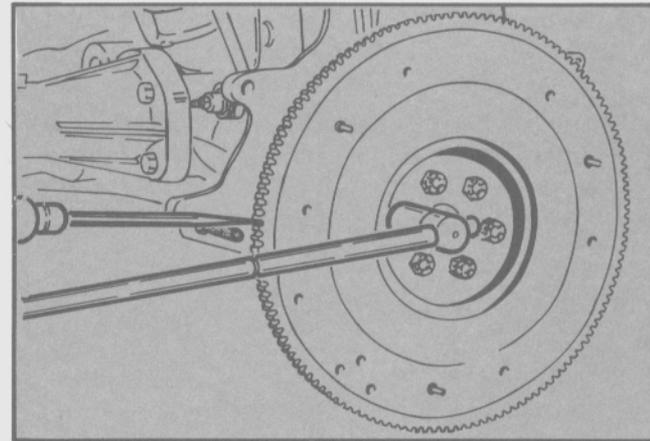

Fig. 29 - Desmontaje del volante de motor
- Desmontar el volante de motor (Fig. 29).